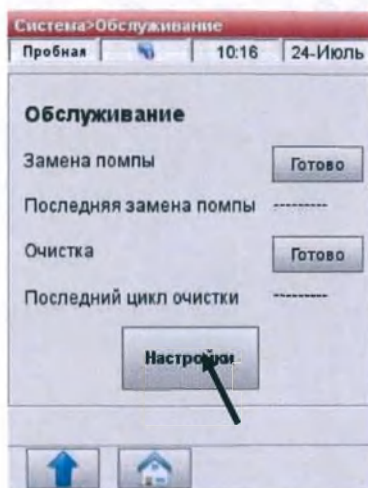

Рис.7-18 Настройки обслуживания
3. В меню **<Обслуживание>** (Рис.7-18) нажмите **<Настройки>**.
5. После замены Перистальтического насоса перейдите на экран **<Обслуживание>** (Рис.7-18) и нажмите **<Готово>** рядом с **<Замена помпы>**. Вам будет предложено ввести дату изготовления (DOM) Дата последней замены насоса будет отображаться.